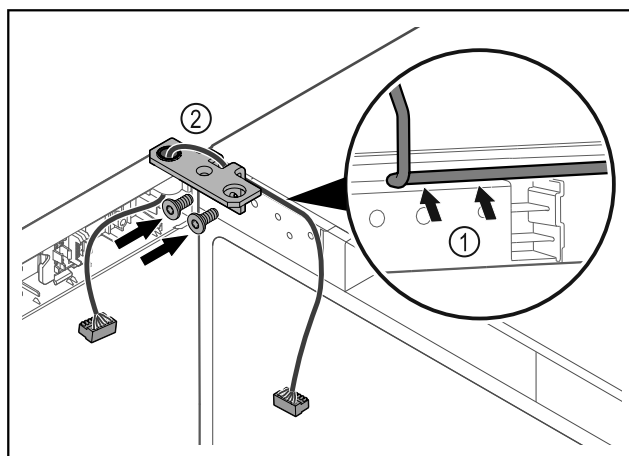

Fig. 62
- 将电缆穿过合页角铁的缺口并小心铺设 Fig. 62 (1)。
- 拧上合页角铁 Fig. 62 (2)。